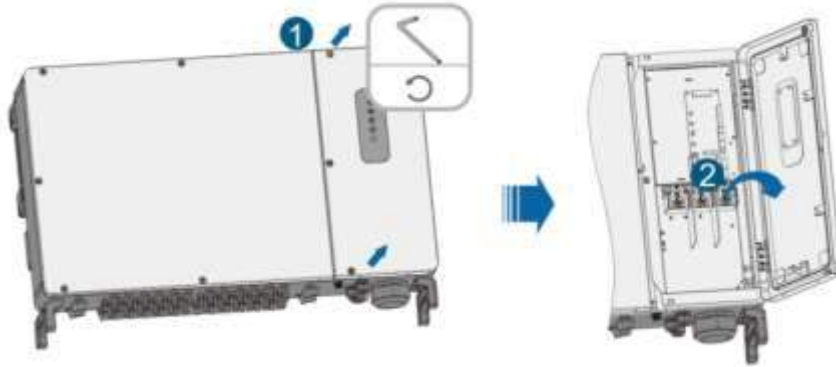

Fig. 4-25 Apertura del compartimento de cableado
- 2) Abra el compartimento de cableado (Fig. 4-25).